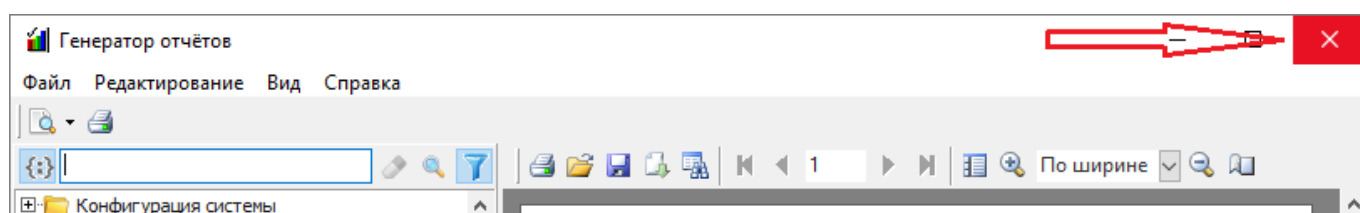

Рисунок 10-341 Завершение работы Генератора отчетов по кнопке "х"
- нажмите кнопку «х» в правом верхнем углу главного окна Генератора отчетов (см. Рисунок 10-341).